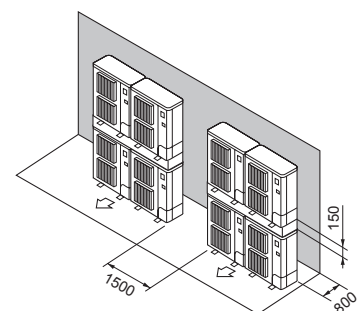

Fig. 2-19
- ⑦ Stablede enheder arrangement (Fig. 2-19)